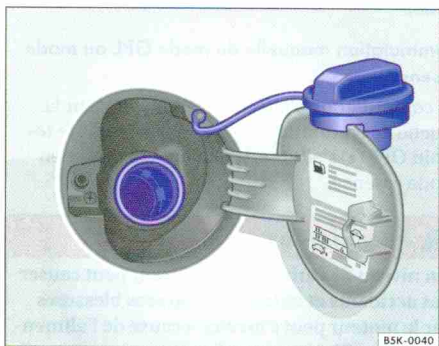

Fig. 154 Trappe à carburant ouverte avec bouchon de réservoir accroché
- Dévissez le bouchon de réservoir en le tournant vers la gauche et accrochez-le sur la trappe à carburant ⇒ fig. 154.